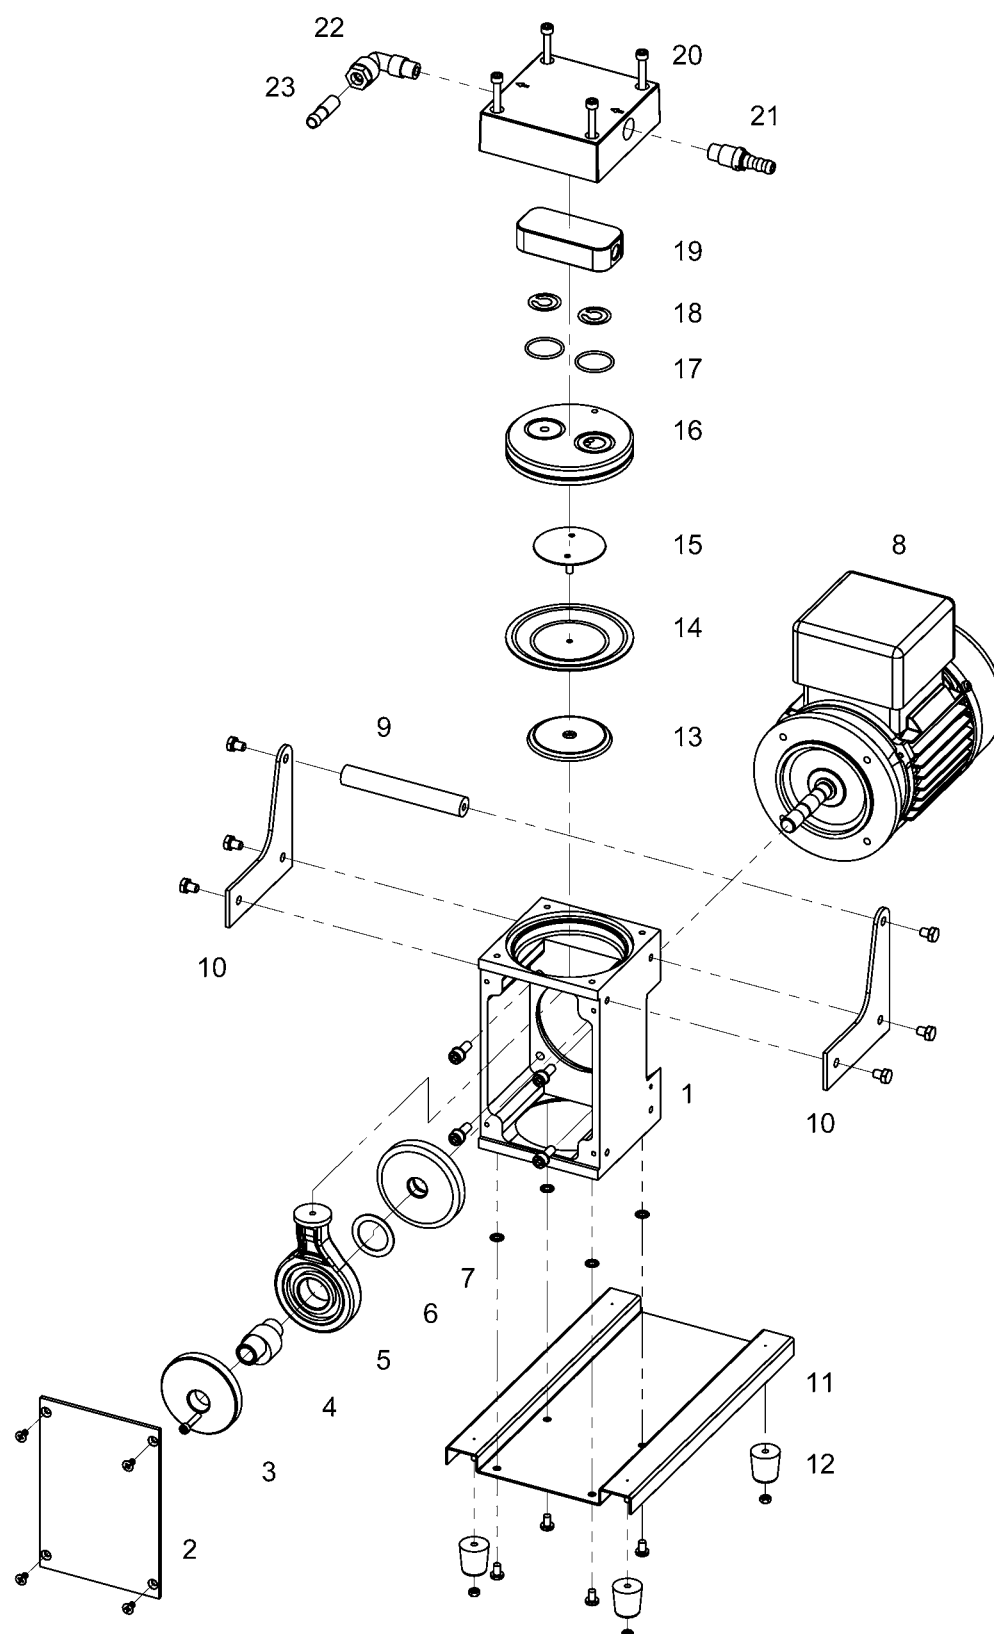

Fig. 5 Dessin d'explosion MPC 301 E
1. En appliquant le couple de serrage de 2 - 4 Nm, avec une clé à ergots de taille 3, vissez la rondelle de pression (8), la membrane (7) et la rondelle de serrage (6).
2. Placez en position centrale la bielle (voir fig. 5) et la membrane (7).
3. Positionnez la tête de pompe (5).
4. Insérez les joints de soupape (3) et les joints toriques (4).